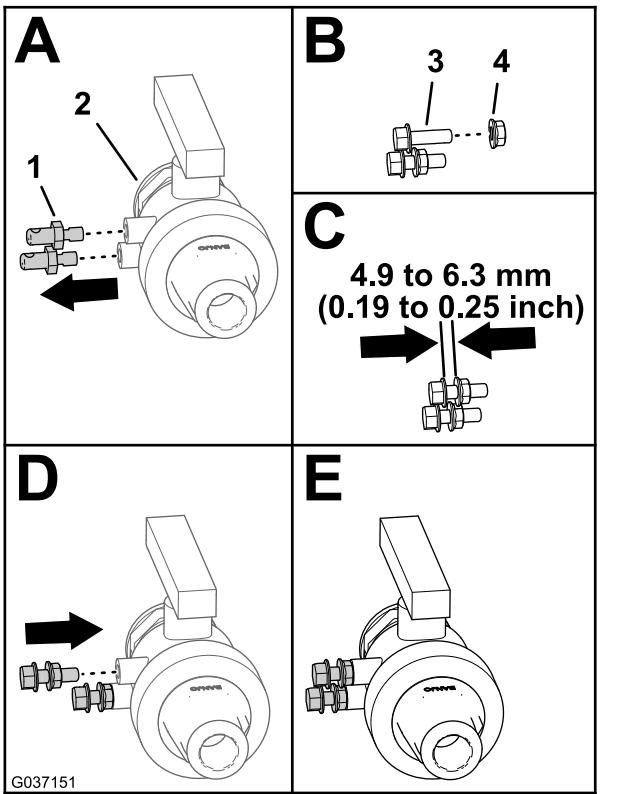

Bild 15
- Entfernen Sie die beiden Montagestifte vom Ablassventil (Kasten A in Bild 15).
(5/16" x 1"), wie in (Kasten B und C in Bild 15) dargestellt.
- Befestigen Sie die Sicherungsbundmuttern und die Bundkopfschrauben am Ablassventil und ziehen Sie sie mit einem Schraubenschlüssel an (D und E in Bild 15).